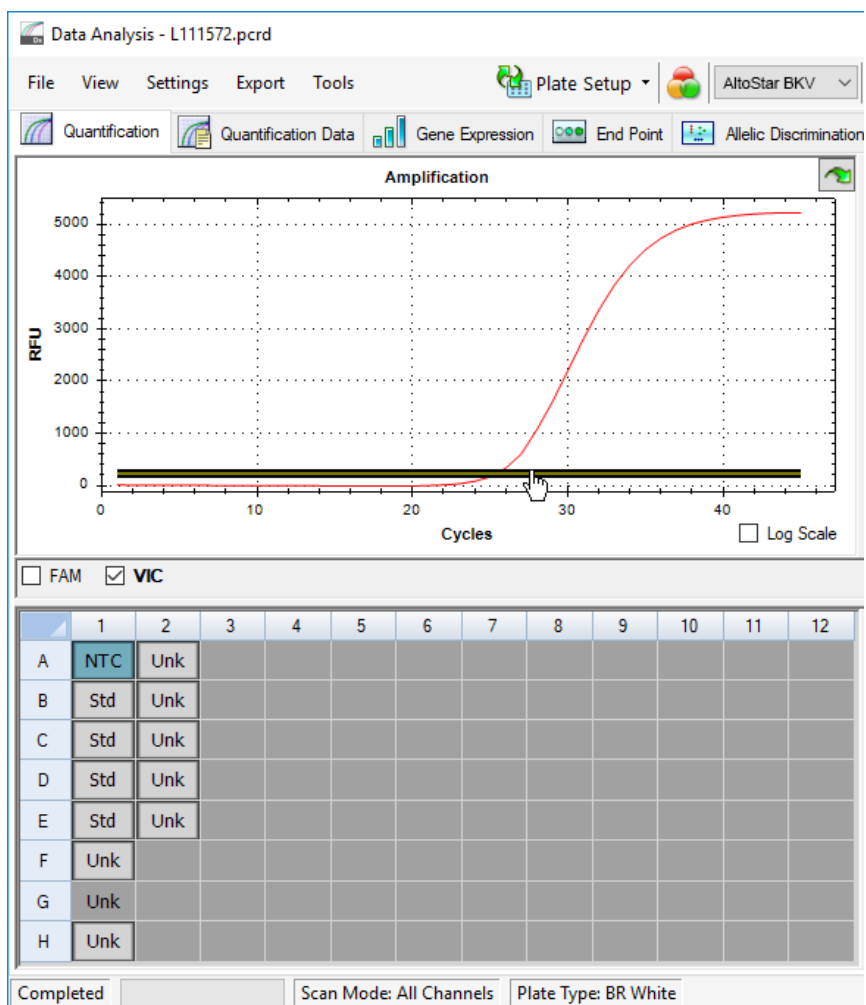

Abb. 9: Fenster Data Analysis (Datenanalyse): Festlegen des VIC™ Schwellenwerts
- Setzen Sie links im Fenster Data Analysis (Datenanalyse) nur im Kontrollkästchen neben **VIC** für den Detektionskanal der IC ein Häkchen (siehe Abbildung 9).
3. Wählen Sie in der Platten-Ansicht des Fensters Data Analysis (Datenanalyse) nur das Well für die NTC aus (siehe Abbildung 9).
4. Ziehen Sie den Schwellenwert in den Exponentialbereich des NTC-Signals (siehe Abbildung 9).